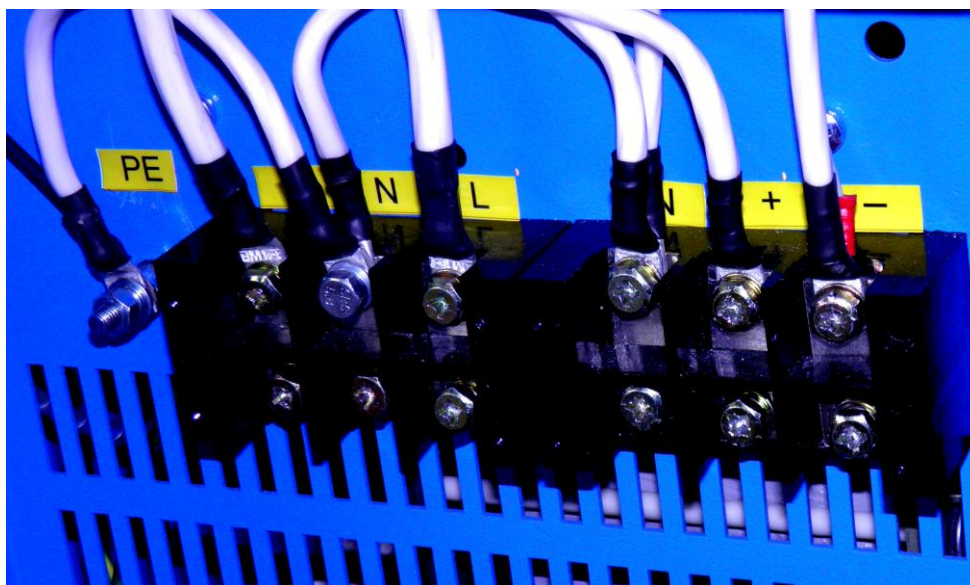

Рис. 3 Расположение клеммников и клемм в клеммном отсеке инвертора
- 9.5. Подключите внешнее заземление с помощью болтового соединения М6 с надписью «РЕ», расположенного в клеммном отсеке, рис.3. . Конец кабеля заземления должен быть оконцован с помощью кабельного наконечника под винт М6. Включение инвертора а также подача напряжения на сетевой ввод инвертора при отключенном заземлении запрещается. Нарушение данного требования может привести к попаданию напряжения на корпус инвертора и поражению обслуживающего персонала электрическим током а также к отказу инвертора.
9.7. Подключить сетевой ввод, нагрузку и аккумуляторную батарею к соответствующим клеммам, рис. 3.